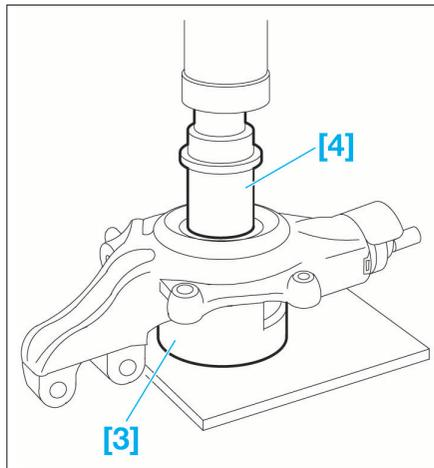
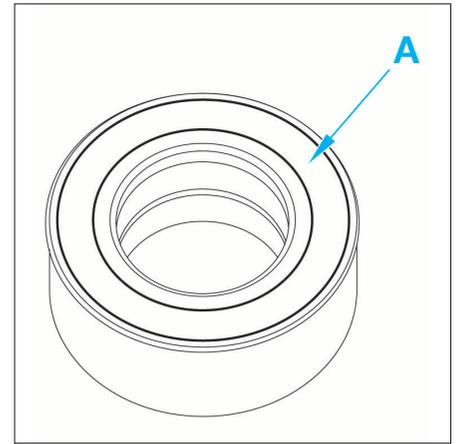

FIG. 22
FIG. 23
- Repositionner la cage intérieure (2) dans son logement.
- Mettre en contact l'outil [4] (écrou ref. 9501-T.C1) avec la cage du roulement (Fig.22).
- Poser l'outil [3] (plaque d'appui de l'extracteur de roulement ref. 0621.B).
- Monter la face "A" du roulement avec roue magnétique intégrée côté arbre de transmission (Fig.23).